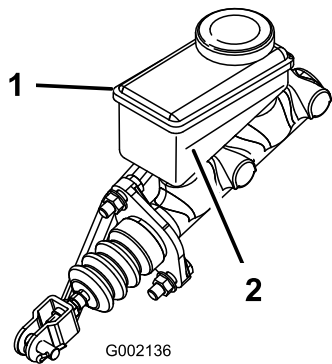

Figure 49
2. Observez le repère de niveau sur le côté du réservoir (Figure 49).
- B. Versez du liquide de frein DOT 3 dans le réservoir jusqu'à ce que le niveau dépasse le repère minimum (Figure 49).